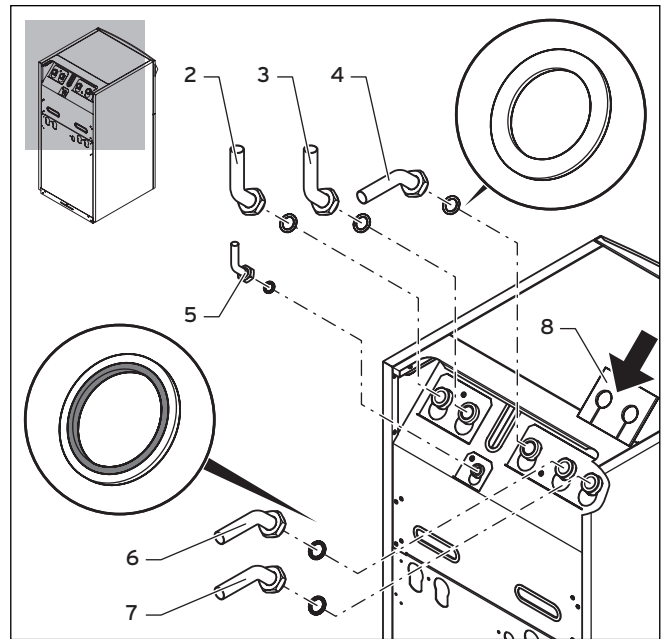

Abb. 5.6 Anschlusswinkel montieren
Falls an den Anschlüssen des Solekreises (→ **Abb. 5.6, Pos. 6 und 7**) nicht die Dichtungen mit Metallstützring verwendet werden, kann es zu Undichtigkeiten kommen!
- Die Rohrinstallation und die Verwendung der Dichtungen muss gemäß → **Abb. 5.6** erfolgen.
Legende zu Abb. 5.6
- Schließen Sie die Vorlaufleitung an (→ **Abb. 5.6, Pos. 2**).
- Schließen Sie die Rücklaufleitung an (→ **Abb. 5.6, Pos. 3**).
- Schließen Sie das Ausdehnungsgefäß des Heizkreises an (→ **Abb. 5.6, Pos. 5**).
- Schließen Sie die Soleleitungen an die Wärmepumpe an (→ **Abb. 5.6, Pos. 6** und **7**).
- Montieren Sie die zur Wärmedämmung des Anschlussblechs vorgesehene Isoliermatte (→ **Abb. 5.6, Pos. 8**).
- Wenn ein externer Warmwasserspeicher angeschlossen werden soll, schließen Sie den Rücklauf des Warmwasserspeichers an (→ **Abb. 5.6, Pos. 4**).